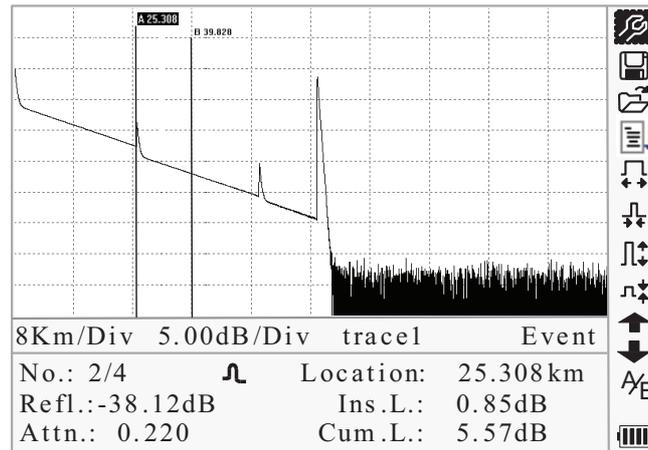
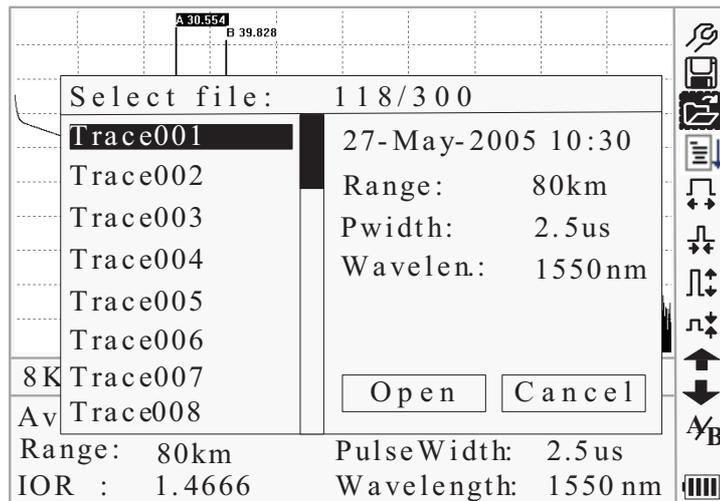

Figura 4-3. Medida de una traza
Figura 4-5. Ver trazas guardadas
- Después de un cierto período de tiempo, la traza aparece en la pantalla. La traza de la figura de abajo, es una traza mostrada mientras se está midiendo, la cual se refrescará cada cierto tiempo para demostrar al usuario que el proceso total se está realizando en tiempo real. AL final del tiempo la traza será ya la definitiva como se muestra en la Figura 4-3.
Dentro de la pantalla mostrada en la Figura 4-3., pulse [] y los ítems de la ventana de información se mostrarán cíclicamente: parámetros de medida → información de análisis → lista de eventos → información de las marcas A/B → parámetros de medida.
En la pantalla de la Figura 4-3., use [] y [] para seleccionar ^{A/B}, y a continuación pulse [Enter] para cambiar entre la marca A y la marca B. Use [] y [] para mover la marca A o B.
En la pantalla de la Figura 4-3., pulse [] para cambiar entre la ventana de información del marcador A y del marcador B.
- En la pantalla de la Figura 4-3., use [] y [] para seleccionar , a continuación pulse [Enter] para acercar la traza horizontalmente; o bien use la combinación de teclas [**Shift/↻**]+[] en el teclado.
En la pantalla de la Figura 4-3., use [] y [] para seleccionar , a continuación pulse [Enter] para alejar la traza horizontalmente; o bien use la
- En la pantalla de la Figura 4-3., use [▲] y [▼] para seleccionar , a continuación pulse [Enter] para acercar la traza verticalmente; o bien use la combinación de teclas [**Shift/↵**]+[▲] en el teclado.
En la pantalla de la Figura 4-3., use [▲] y [▼] para seleccionar , a continuación pulse [Enter] para alejar la traza verticalmente; o bien use la combinación de teclas [**Shift/↵**]+[▼] en el teclado.
- En la pantalla de la Figura 4-3., use [▲] y [▼] para seleccionar , y a continuación pulse [**Enter**] para acceder, tal y como se muestra en la Figure 4-4.
En la pantalla de la Figura 4-3., use [▲] y [▼] para seleccionar , pulse [Enter] para confirmar, tal y como se muestra en la Figura 4-5.